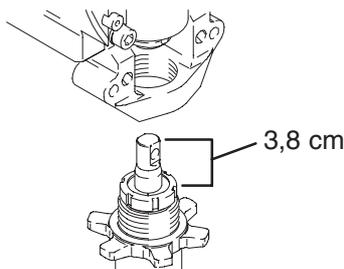

Abb. 14
1. Abb. 14. Kolbenstange 3,8 cm herausziehen. In Pumpe eindrehen, bis die Löcher im Lagerquergestänge und in der Kolbenstange aneinander ausgerichtet sind.